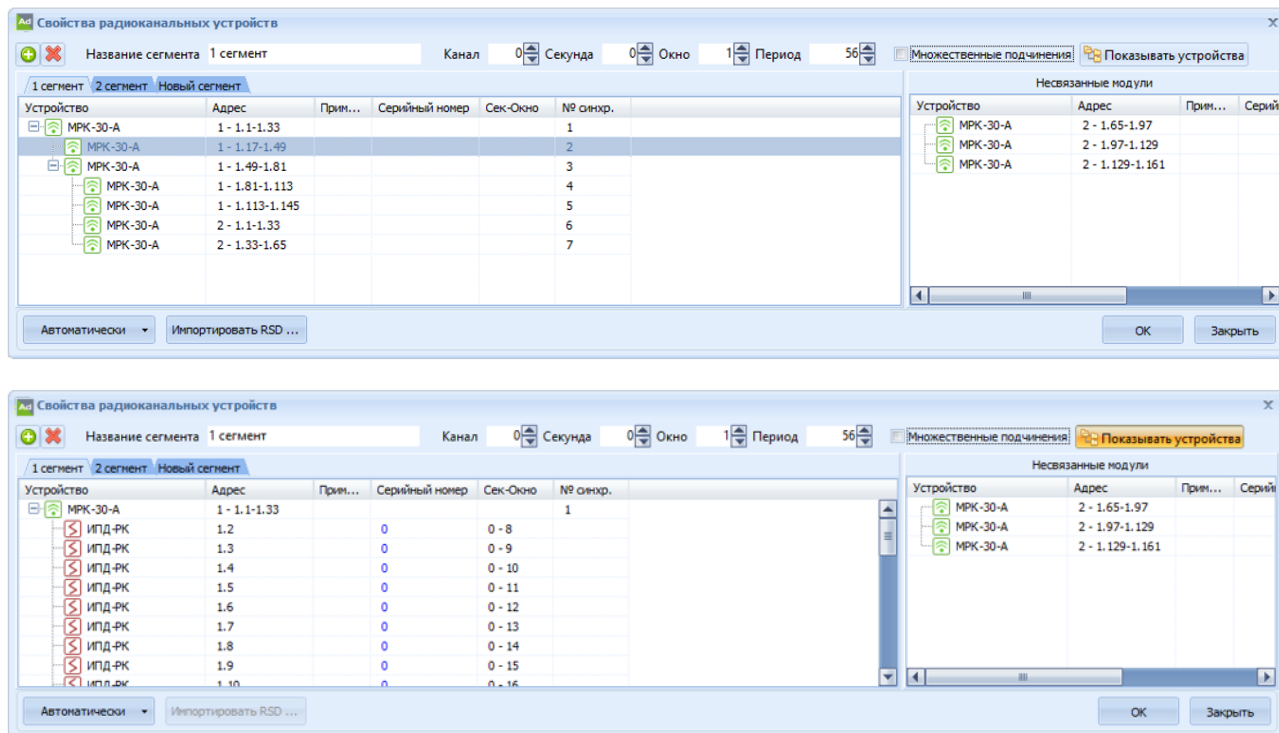

Рисунок 17
6.2.3 Для настройки работы подключенных радиоканальных устройств необходимо выделить МРК-30А в дереве устройств, правой кнопкой мыши вызвать контекстное меню и в нём выбрать «Свойства радиоканальных устройств». В окне «Свойства радиоканальных устройств» отображаются все имеющиеся в системе МРК-30А с подключенными РКУ, связи между модулями и основные настройки (рисунок 17).
- Показывать устройства – нажатие на эту кнопку показывает или скрывает радиоканальные устройства, привязанные к МРК-30А (рисунок 17).
Для распределения следует мышью перетащить соответствующий МРК-30А из этого окна в окно соответствующего сегмента. Чтобы подчинить МРК-30А другому МРК-30А, уже находящемуся в окне сегмента, курсор с перетаскиваемым МРК-30А следует навести на значок того МРК-30А во вкладке сегмента, с которым производится синхронизация (рисунок 17).